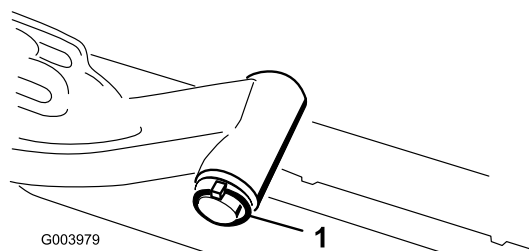

図 11
を外し、昇降アームからピボットのシャフトを抜き出す 図 11。
- C. 昇降アームのシャフトを昇降アームに通して、ワッシャとリンチピンで固定する 図 11。